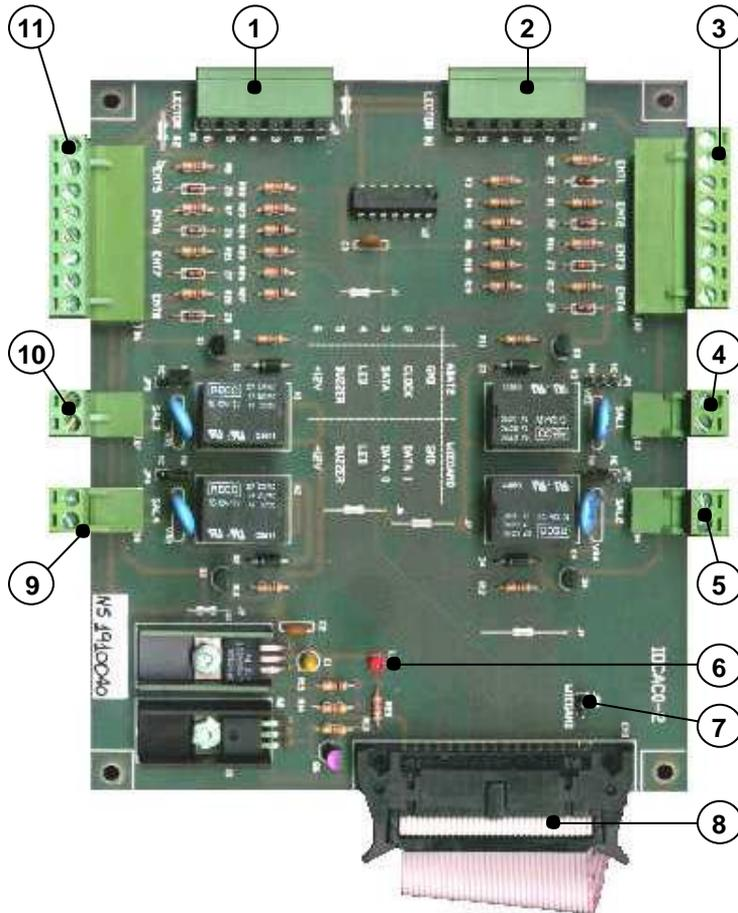

Figura 1.4. Vista superior de la placa IOCAC0-2.
La figura 1.4 muestra la vista superior de la placa de Entrada/Salida IOCAC0-2.
Referencias de la figura 1.4.
Las referencias 1 y 2 de la figura 1.4 son las borneras de conexión de los lectores de tarjetas de proximidad. Más detalles sobre éstos y su conexionado a la placa se dan en la sección 2 de este manual. Además, la placa IOCAC0-2 presenta una serigrafía en la parte central de su cara superior, donde se indica el cableado de los lectores.
La placa posee 8 entradas digitales independientes (referencias 3 y 11 de la figura 1.4). Las mismas permiten conectar contactos libres de potencial (o “contactos secos”). El panel controlador elimina automáticamente el rebote producido por dispositivos mecánicos como relés y pulsadores. Cada entrada consta de 2 contactos (bornes) en los conectores. El cambio de estado de una entrada se produce al cerrarse o abrirse la conexión entre ambos contactos. Los diferentes sensores (magnéticos, infrarrojos con salida de relé, etc.) se conectan a estas entradas, así como los pulsadores de apertura de puerta (REXs). Todos los dispositivos que se conecten a estas entradas pueden funcionar tanto en estado normal abierto como normal cerrado, ya que la forma de interpretarlos se configura desde el software NeoLock (ver el manual del software Ref.: ADV_NK0002). Por default, las entradas 1 a 4 son normal abiertas (NA), mientras que las 5 a 8 son normal cerradas (NC). Por compatibilidad con otros modelos, que no tienen la posibilidad de cambiar el modo de la entrada, se recomienda mantener el estado default siempre que sea posible.